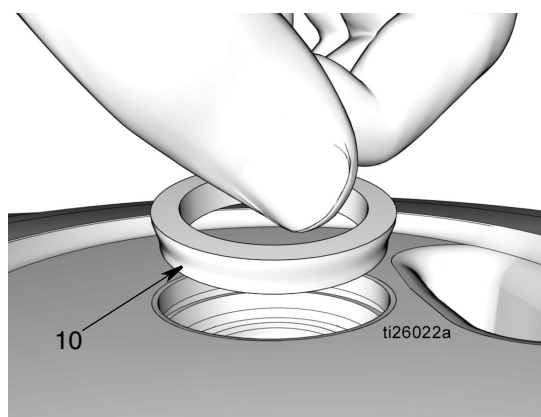

FIG. 40
- i. Monter l'entretoise conique (10), petit diamètre vers le bas, comme indiqué à la FIG. 40.